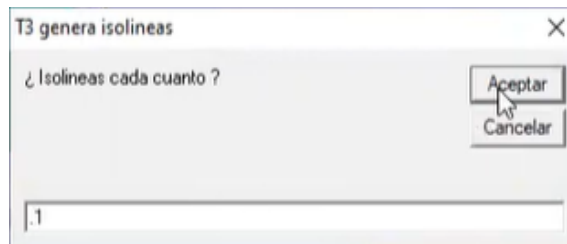

Figura 409. Isolíneas.
41. En la nueva ventana emergente, poner el valor “0.1”, que equivale a 10 cm, y presionar aceptar. Figura 409.